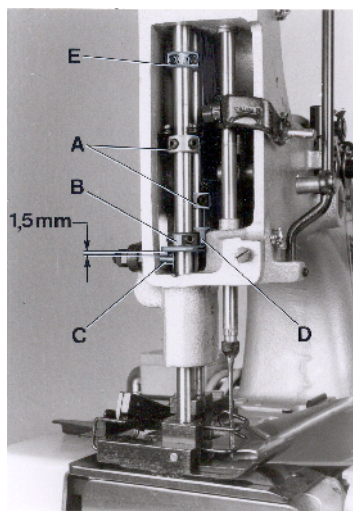
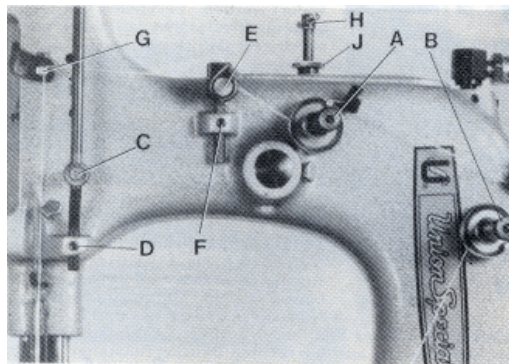

Fig. 11
Fig.12
Rotate the pulley until the feed dog is below the throat plate. Remove the face cover left on machine arm and turn out the T-screw (H, Fig. 12) on the top of the machine arm, until it does not exert any pressure on the leaf springs. In this position, the pressure exerted on the presser foot, should be just strong enough to keep it flat on the throat plate. By relocating the collars (A, Fig. 11), which serve as a leaf spring rest, on the left and right presser bar, the pressure can be changed. Raising the collars increases the pressure, lowering the collars decreases the pressure.
Set the presser bar lifter collar (B, Fig. 11) on the left presser bar so, that there is a distance of approx. 1.5 mm (1/16") between lifter lever stud (C) and lower surface of the lifter collar (B), when the presser foot rests on the throat plate (see Fig. 11). Set the collar (D) on the right presser bar close to the fork of the presser bar lifter collar (C) on the left presser bar.
Drehen Sie an der Riemenscheibe bis der Transporteur unter der Stichplatte steht. Entfernen Sie den Stirndeckel links am Maschinenarm und drehen Sie die Knebelschraube (H, Fig. 12) oben auf dem Maschinenarm soweit heraus, daß sie nicht mehr auf die Blattfedern drückt. In dieser Stellung soll der Druck auf den Drückfuß gerade noch so stark sein, daß er auf der Stichplatte aufliegt. Durch Verstellen der als Blattfederauflage dienenden Stellringe (A, Fig. 11) auf der linken und rechten Drückfußstange kann der Druck verändert werden. Verstellen der Stellringe nach oben verstärkt, verstellen nach unten verringert den Druck.
Stellen Sie den Drückfußstangen-Lifterstellring (B, Fig. 11) auf der linken Drückfußstange so ein, daß zwischen Lifterhebelbolzen (C) und Unterseite Stellring (B) ein Abstand von etwa 1,5 mm ist, wenn der Drückfuß auf der Stichplatte aufliegt (siehe Fig. 11). Stellen Sie den Stellring (D) auf der rechten Drückfußstange so, daß er an der Gabel des Drückfußstangen-Lifterstellrings (B) auf der linken Drückfußstange anliegt.
On styles 80800TL and TAL set the collar (D, Fig. 11) on the right presser bar approx. 2.5 mm (7/64") above the fork of the presser bar lifter collar (B). This effects, when lifting the presser foot, that the left presser foot part is lifted first by approx. 2.5 mm (7/64"), before the right presser foot part will lift too.
The presser foot lift is limited with the upper stop collar (E, Fig. 11) on the left presser bar. When the needle is in its lowest position and the presser foot is lifted with presser foot bottom tilted up, the needle bar respectively needle clamp nut should not contact the presser foot bottom. Set collar (E) accordingly.
Now turn in T-screw (H, Fig. 12) until the necessary presser foot pressure for proper feeding is exerted (determine by sewing tests). Secure this setting with the knurled nut (J), which simultaneously fastens the upper arm cover. Remount the face cover.
The tension (A, Fig. 12) on the needle thread should be fairly strong to produce uniform stitches. On the two thread double locked stitch styles the tension (B) on the looper thread should be barely sufficient to steady it.
On the two thread double locked stitch styles 80800R, RL, TL, TAL, U, UA, UL and UAL, the height of the needle thread take-up roller (C, Fig. 12) is set so, that the needle thread on the downstroke of the needle just contacts the roll at the time the needle thread loop is released from the looper. Loosen screw (D) and set the needle thread take-up roller accordingly. Retighten screw (D).
Bei den Maschinen 80800TL und TAL stellen Sie den Stelling (D, Fig. 11) auf der rechten Drückerfußstange etwa 2.5 mm über die Gabel des Drückerfußstangenlifter-Stellings (B). Dadurch wird beim Liften des Drückerfußes zuerst das linke Drückerfußteil etwa 2.5 mm angehoben bevor das rechte Drückerfußteil mit anhebt.
Der Hub des Drückerfußes wird mit dem Anschlag-Stelling (E, Fig. 11) oben auf der linken Drückerfußstange begrenzt. Wenn die Nadel in der untersten Stellung ist und der Drückerfuß mit dem Drückerfuß-Lifterhebel angehoben und die Drückerfußsohle nach oben gekippt wird, darf die Nadelstange bzw. Nadelstangenmutter die Drückerfußsohle nicht berühren. Stellen Sie den Stelling (E) entsprechend ein.
Nun drehen Sie die Knebelschraube (H, Fig. 12) so weit ein, daß der zum einwandfreien Transport notwendige Drückerfußdruck erzeugt wird (durch Nähversuche ermitteln). Sichern Sie diese Einstellung mit der Rändel-Kontermutter (J), mit der gleichzeitig der obere Armdeckel befestigt wird. Montieren Sie den Stirndeckel wieder.
Die Spannung (A, Fig. 12) auf den Nadelfaden soll so stark sein, daß eine gleichmäßige Stichbildung erreicht wird. Bei den Zweifaden-Doppelkettenstichmaschinen soll die Spannung (B) auf den Greiferfaden ganz gering sein, so daß der Faden gleichmäßig gleitet.
Bei den Zweifaden-Doppelkettenstichmaschinen 80800R, RL, TL, TAL, U, UA, UL und UAL wird die Höhe der Nadelfadenabzugsrolle (C, Fig. 12) so eingestellt, daß der Nadelfaden beim Niedergehen der Nadel, die Rolle zu dem Zeitpunkt gerade berührt, wenn die Nadelfadenschlinge vom Greifer freigegeben wird. Lösen Sie die Schraube (D) und stellen Sie die Nadelfadenabzugsrolle (C) entsprechend ein. Ziehen Sie die Schraube (D) wieder an.
On all styles the eyelet (E, Fig. 12) should be positioned so, that the needle thread runs nearly horizontal, parallel to cloth plate, between eyelet (G) on needle bar connection and eyelet (E) on machine arm, when the needle is in its upmost position. Eyelet (E) is secured by screw (F).
Bei allen Maschinen wird die Fadenführung (E, Fig. 12) so eingestellt, daß der Nadelfaden zwischen der Fadenführung (G) am Nadelstangenmitnehmer und der Fadenführung (E) am Maschinenarm etwa waagrecht, parallel zur Stoffplatte verläuft, wenn die Nadel in der obersten Stellung ist. Die Fadenführung (E) wird mit der Schraube (F) befestigt.